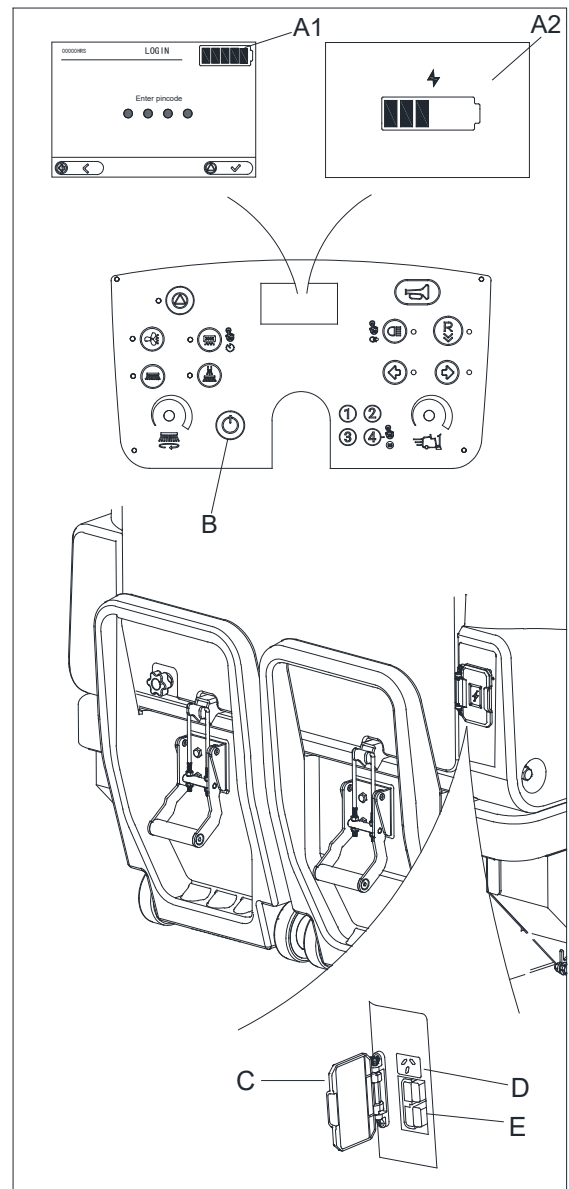

Figure 16
2. Appuyer sur le bouton d'alimentation pour éteindre la machine (B, figure 16).
4. Ouvrir le couvercle de protection de l'orifice de recharge (C, figure 16). Connecter le connecteur du chargeur externe au port de charge CC de la machine (E, figure 16). Lorsque le chargeur externe est branché à la machine, toutes les fonctions de la machine s'arrêtent automatiquement.
8. Appuyer sur le bouton d'alimentation pour allumer la machine (B, Figure 16) et vérifier l'état de la batterie sur l'écran du panneau (A1, Figure 16).
9. Ouvrir le couvercle de protection de l'orifice de recharge (C, figure 16). Connecter le câble d'alimentation au port de charge de la machine (D, figure 16), puis brancher l'autre extrémité du câble d'alimentation dans la prise.
10. L'état de charge de la batterie peut être vérifié sur l'écran à cristaux liquides (A2, figure 16).
13. Appuyer sur le bouton d'alimentation pour allumer la machine (B, Figure 16) et vérifier l'état de la batterie sur l'écran du panneau (A1, Figure 16).
2. Appuyer sur le bouton d'alimentation (B, figure 16) pour éteindre.